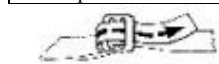

Рис.3
потом наплечные и набедренные лямки. Проверьте правильно ли застегнуты пряжки на лямках (см.рис.3 с начала прямой, затем обратный ход, ленту заправить под тренчик, чтобы остаток свободного конца не превышал 5 см).
1. Расправить ленты, взять пояс за заднее D-кольцо, затем перехватить чуть выше (за наплечные лямки). Затем пропустите ноги в набедренные обхваты, потом проденьте руки в наплечные обхваты, застегните пояс. На одетом поясе отрегулируйте длину лент таким образом, чтобы ремни и лямки плотно прилегали к телу, сначала пояс, потом наплечные и набедренные лямки. Проверьте правильно ли застегнуты пряжки на лямках (см.рис.3 с начала прямой, затем обратный ход, ленту заправить под тренчик, чтобы остаток свободного конца не превышал 5 см).